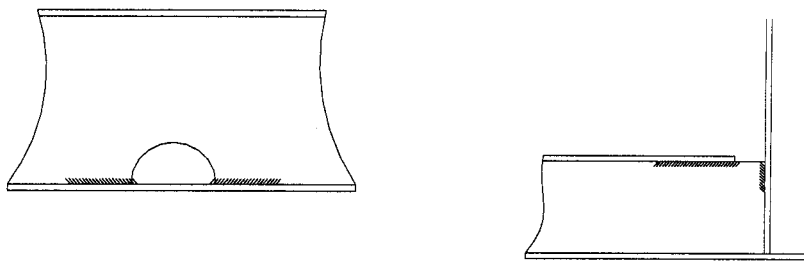

图B1.11
1.11 穿越液舱之间水密舱壁的构件在该舱壁的两侧漏开截止孔。(见图 B1.11)